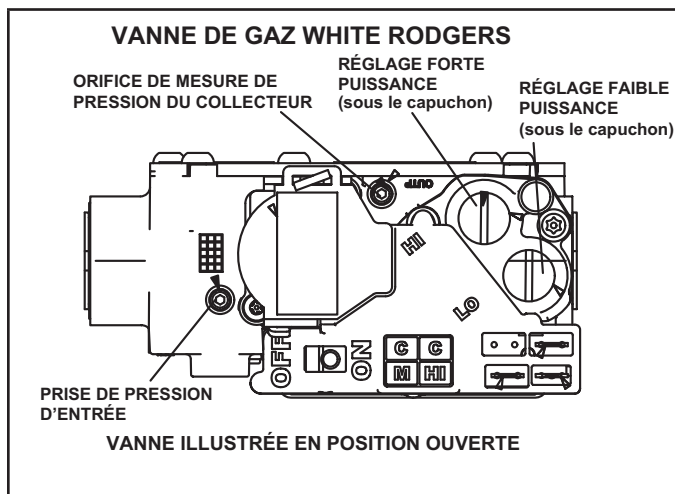

Figure 66
Fonctionnement de la vanne de gaz (Figure 66)
- 8 - Mettre l'interrupteur de la vanne de gaz sur «ON». Voir Figure 66.
Une connexion située sur la vanne de gaz permet d'accéder à la pression d'alimentation. Voir Figure 66. Dévisser la vis à tête hexagonale de 3/32 d'un tour, brancher un tube de 5/16 po et brancher un manomètre pour mesurer la pression d'alimentation. Voir le TABLEAU 21 pour la pression de la conduite d'alimentation.
Une connexion située sur la vanne de gaz permet d'accéder à la pression du collecteur. Voir Figure 66. Dévisser la vis à tête hexagonale de 3/32 d'un tour, brancher un tube de 5/16 po et brancher un manomètre pour mesurer la pression du collecteur.